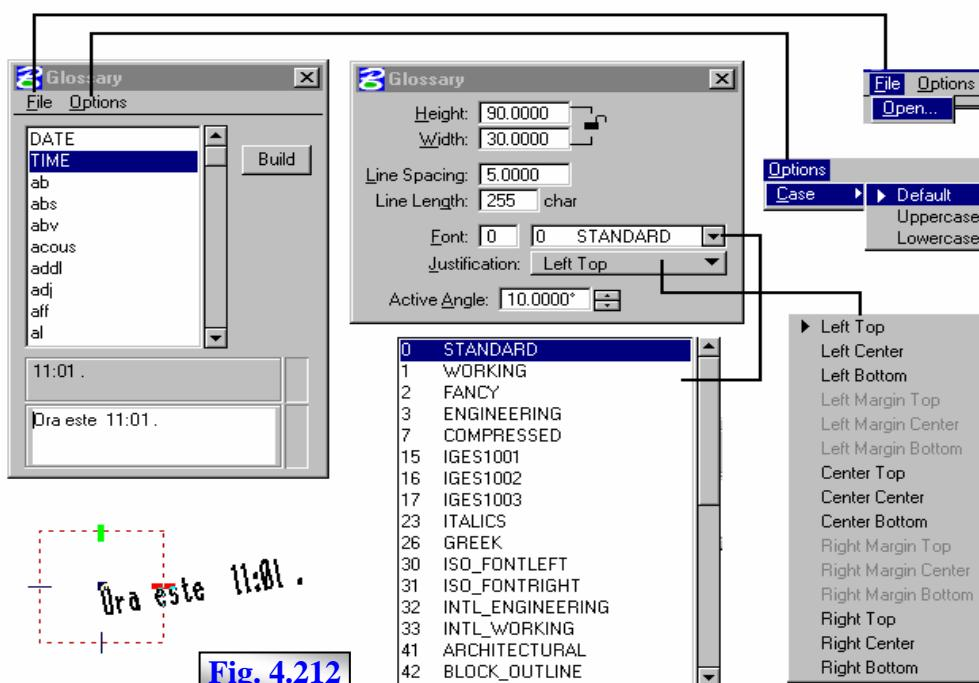
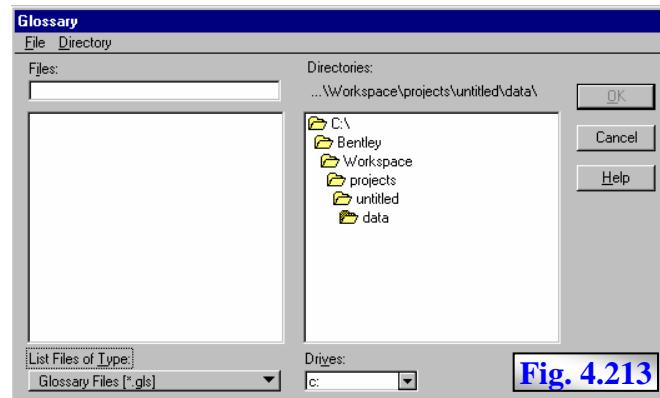

Fig. 4.212
Fig. 4.213
Operarea cu fișiere **glossar** se poate realiza activând fereastra principală **Glossary**, din meniul MS în succesiunea de opțiuni **Utilities→Text Glossary**, fig. 4.212.
La deschiderea ferestrei **Glossary** din meniul MS în succesiunea de opțiuni **Utilities**→ **Text Glossary**, se deschide lista de abrevieri și succesiuni de cuvinte asociată implicit acestei operații. Deschiderea unui alt fișier de tip **glossar** se poate face prin intermediul fereastrei **Glossary**, fig. 4.213, deschisă prin opțiunea **File**→ **Open** a meniului asociat ferestrei principale **Glossary**, fig. 4.212.
Plasarea textului asociat abrevierilor se poate face cu tipul literelor scrisă implicit în fișier, cu litere mari sau cu litere mici, funcție de opțiunile **Default**, **Uppercase** respectiv **Lowercase**, selectate din meniul **File**→ **Option**→ **Case** a meniului asociat ferestrei principale **Glossary**, fig. 4.212.
- specificarea opțională a tipului de scriere a literelor, prin selecția unei opțiuni din meniul **File**→ **Option**→ **Case** a meniului asociat ferestrei principale **Glossary**, fig. 4.212;